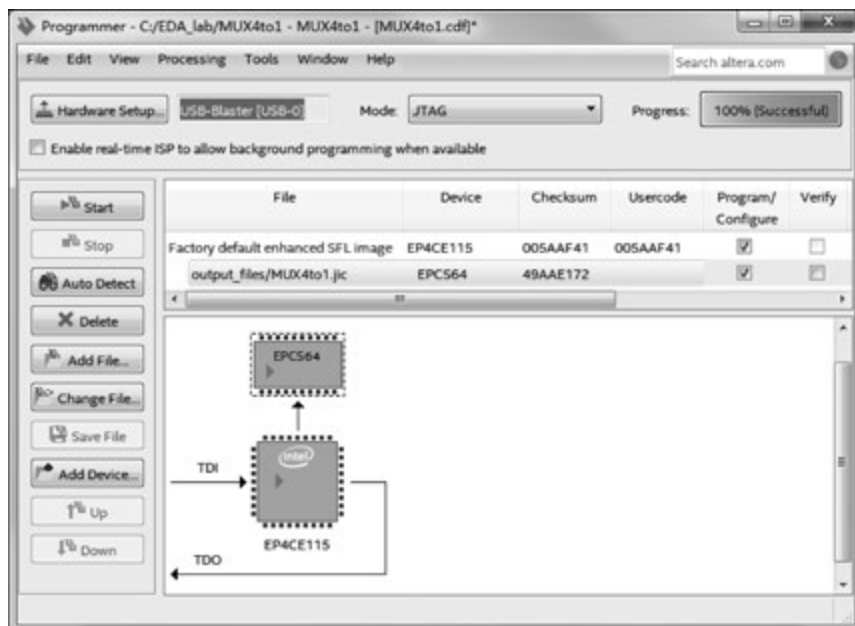

图 3-44 编程间接配置文件
选择 JTAG 配置方式,单击 Add Files 按钮,添加工程目录的 output_files 子目录下的间接配置文件 MUX4to1.jic,勾选 Programming/Configuration 选项,如图 3-44 所示。
从图 3-44 可以看出,添加间接配置文件后,Quartus 编程器窗口中出现了两项文件信息:①Factory default enhanced SFL image,作用为 Flash Loader,将配置到 FPGA 器件中,引导编程过程;②间接配置文件 MUX4to1.jic,将固化到 EPCS 配置器件中。